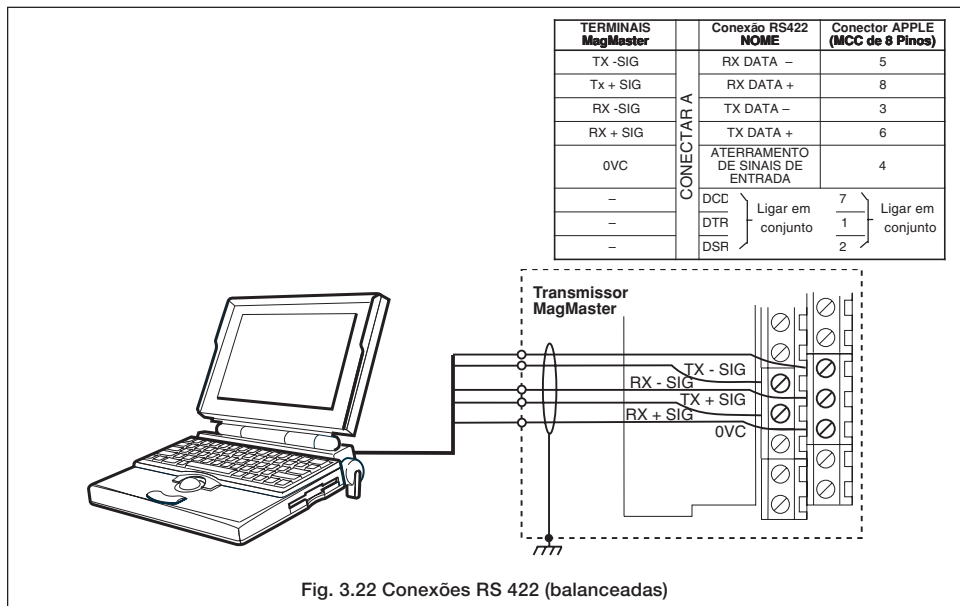

Fig. 3.22 Conexões RS 422 (balanceadas)
3.4.6 Conexão ao computador – Fig. 3.22 e 3.23